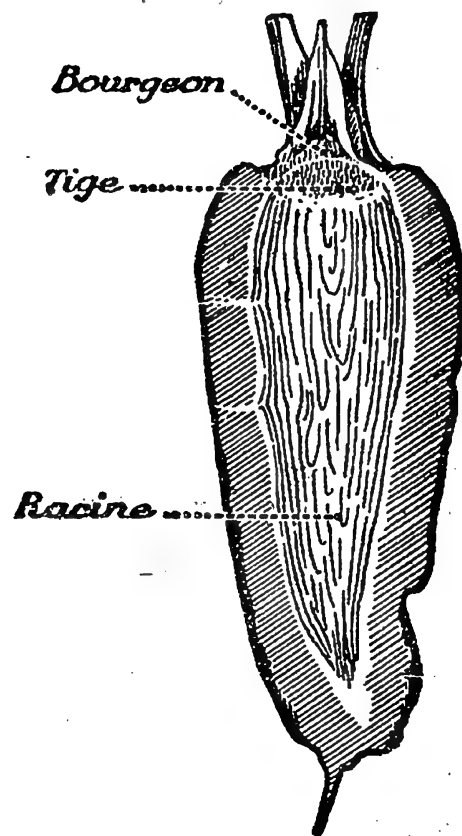

Fig. 6.
**6. Coupons la carotte en long.** — Nous remarquons que toutes les feuilles s'attachent sur une petite masse verte surmontant le sommet de la racine : cette petite masse est la *tige* de la carotte, extrêmement courte (fig. 6).